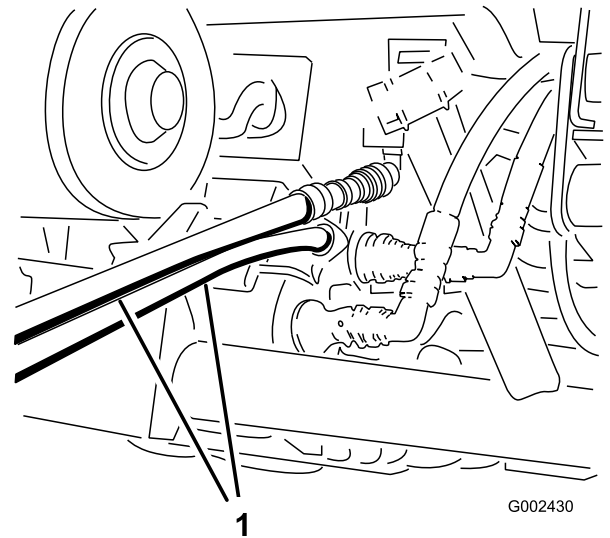

Figura 68
5. En la otra máquina, conecte las dos mangueras al acoplamiento que permanece todavía en el soporte de acoplamiento (conecte la manguera superior al acoplamiento superior y la manguera inferior al acoplamiento inferior) (Figura 68).